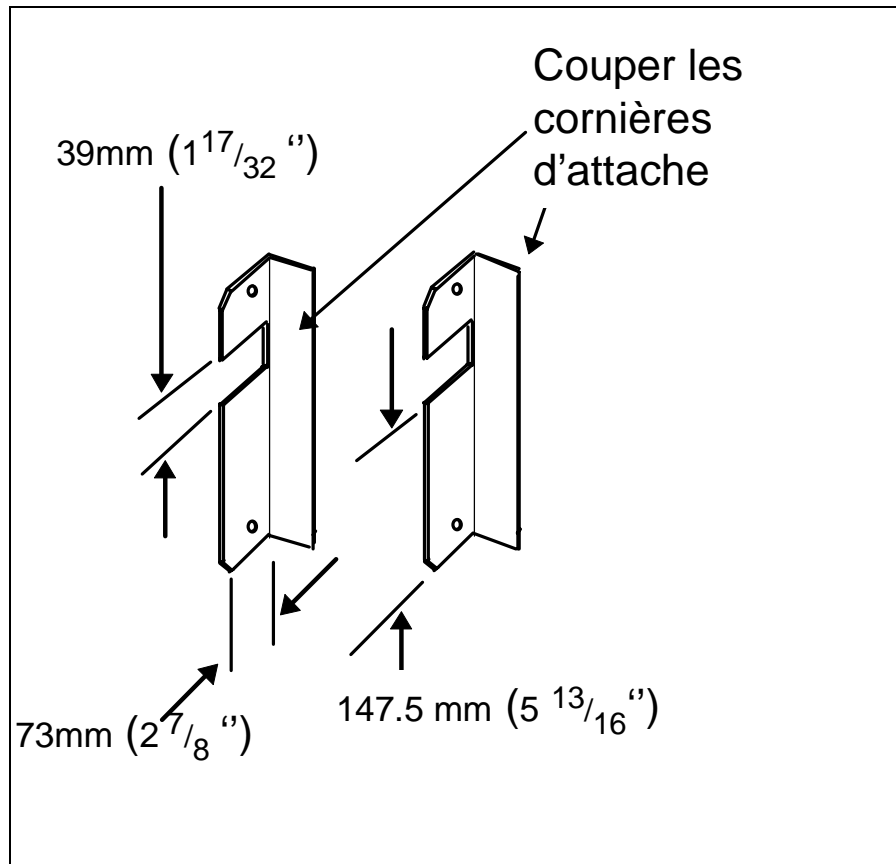

FIGURE 6: CORNIÈRES D'ATTACHE
1. Couper les cornières d'attache à l'aide d'une meule et meuler les cordons de soudure comme décrit à la Figure 6.